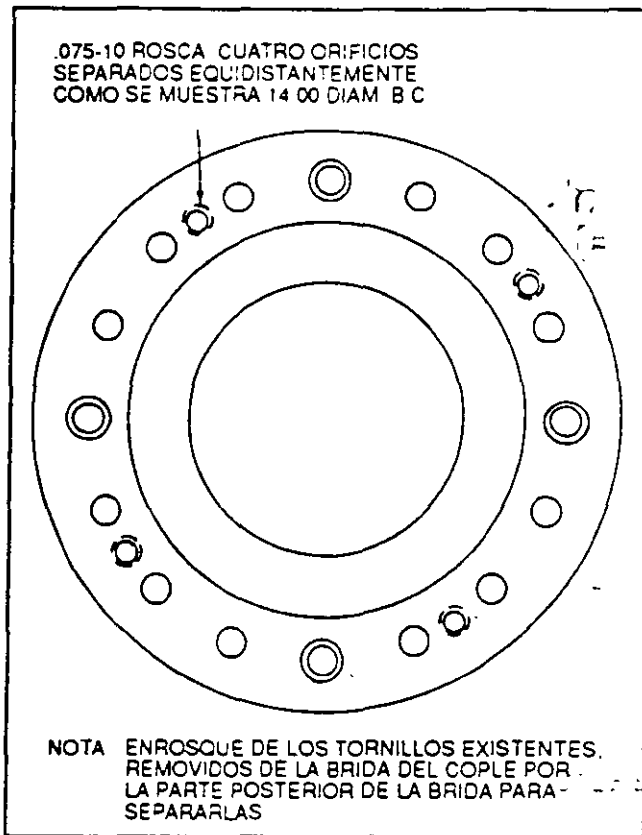

FIG. 20. ROMPIENDO EL AJUSTE ENTRE LA
9. Remueva los tornillos entre la brida de la flecha impulsora y la brida de la manga del cople engranado. Use cuatro de los tornillos de acoplamiento y enróquelos a través del lado opuesto de la brida de la manga del cople engranado (Fig. 20) para separar las bridas.